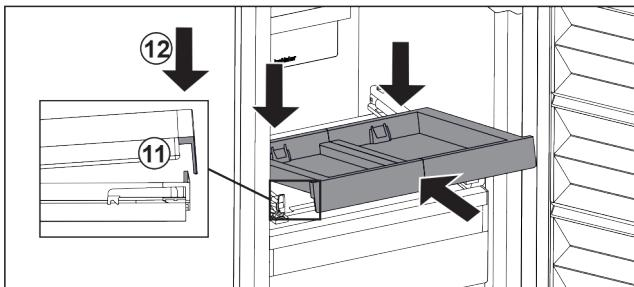

Fig. 27
- Šikmo zasuňte. Dbejte, aby byl na obou stranách doraz za západkou. Fig. 27 (11)
- Usadte vpředu vysouvací přihrádku. Fig. 27 (12)